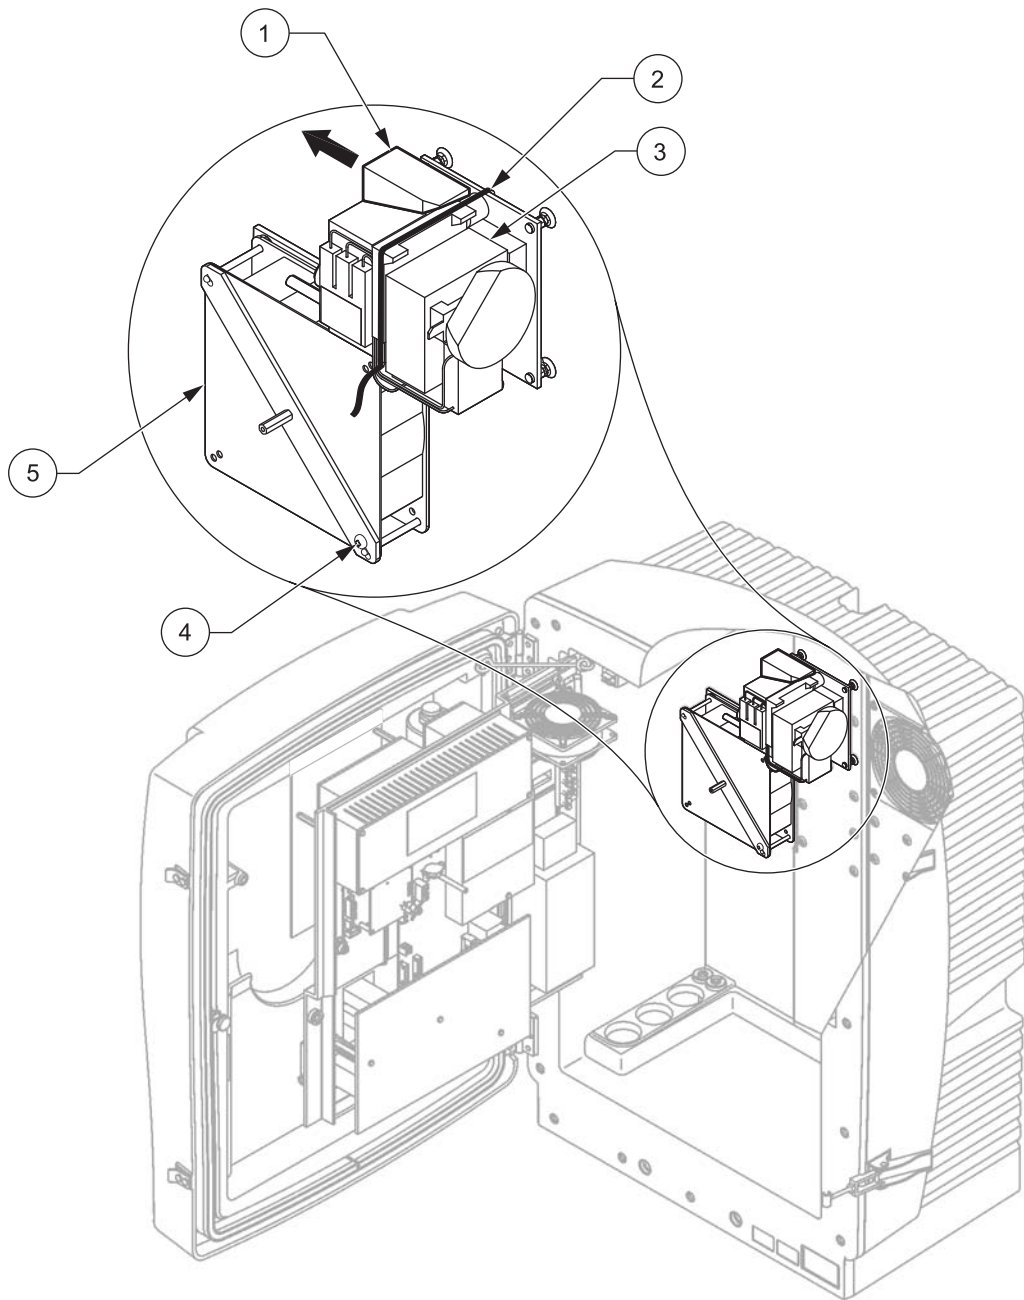

图 7 取下风扇锁定螺钉和压缩机运输锁1
3. 从分析器面板后面的风扇上取下风扇锁定螺钉（图 7）。
4. 取下电缆线并向左拔出压缩机运输锁（图 7）。